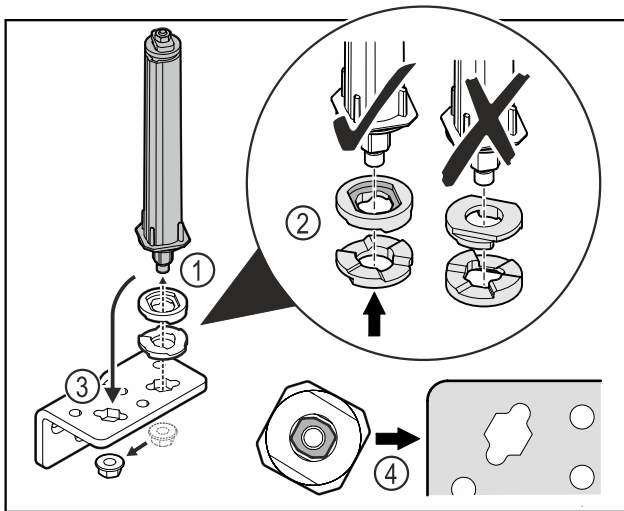

Fig. 16
- ▶ Svitare il dado e rimuovere il sistema di chiusura della porta Fig. 16 (1).
- ▶ Assicurarsi che le rondelle per la regolazione dell'altezza siano rivolte nel verso giusto Fig. 16 (2).
- ▶ Spostare il sistema di chiusura della porta nella cerniera angolare e fissarlo con il dado Fig. 16 (3).
- ▶ Durante l'inserimento del sistema di chiusura della porta assicurarsi che sia rivolto nel verso giusto Fig. 16 (4).